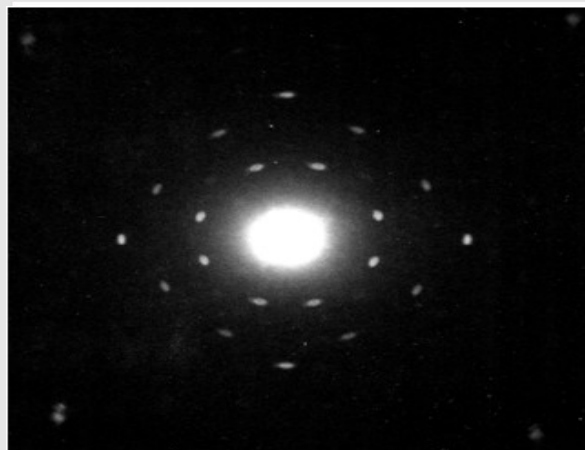

Рис. 8: Картина Лауэ кристалла LiF (100).
На рис. 8 показана диаграмма Лауэ монокристалла LiF(100) с гранецентрированной кубической кристаллической решеткой (ГЦК). Если дифракционную картину повернуть на  $90^\circ$  вокруг направления первичного луча, она снова совпадает. Поскольку первичный луч падает перпендикулярно плоскости (100) кристалла LiF, направление кристалла [100] является осью симметрии четвертого порядка. Интенсивность отражений зависит от отражающей поверхности кристалла, а также от спектрального распределения интенсивности рентгеновских лучей.